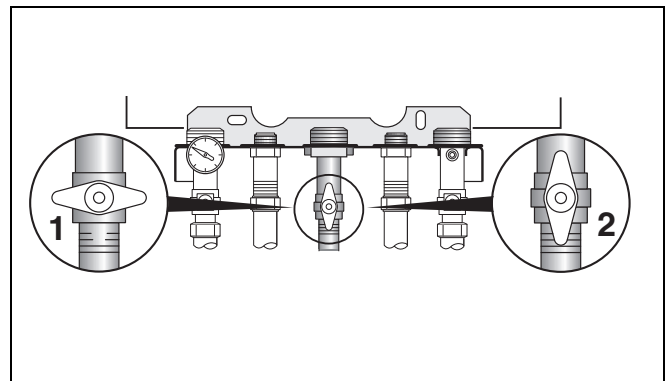

Fig. 7 Robinet de blocare a gazului
- Închideți robinetul de blocare a gazului în sensul acelor de ceas (Fig. 7, Poz. 1).